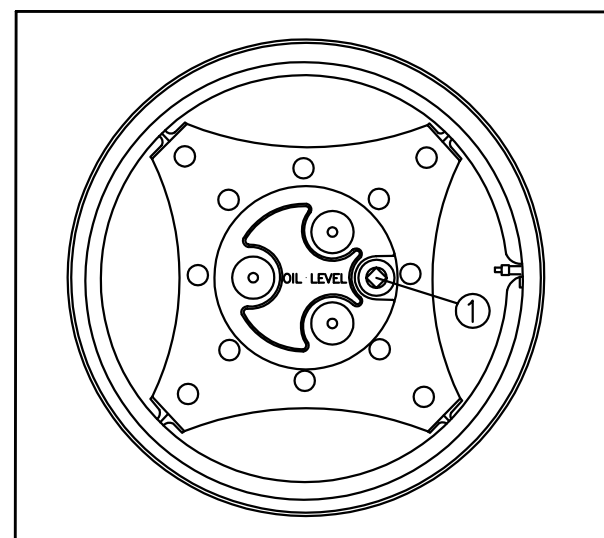

Fig. 5-30
Sačekajte da se ulje stabilizuje pre provere nivoa. Dopunite ako je potrebno. Vratite čep nazad ① (Fig. 5-30).